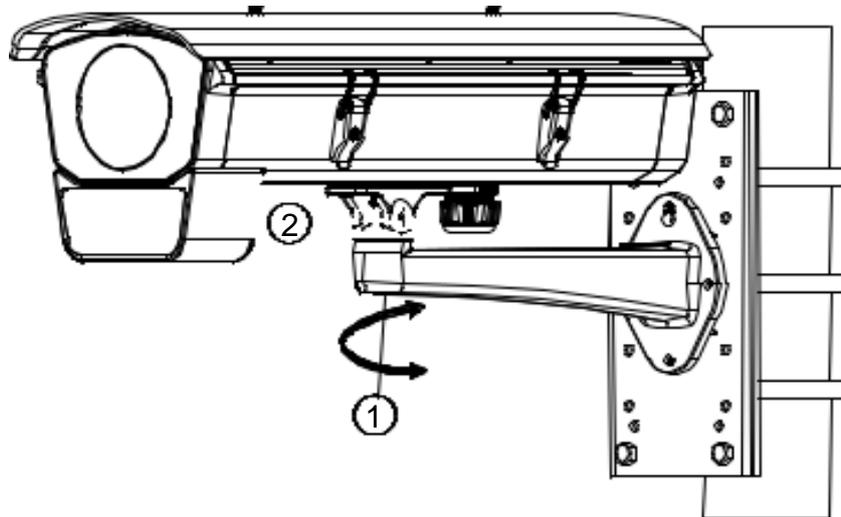

Рисунок 2.12 – Крепёж кронштейна к столбу
5) Далее необходимо отрегулировать углы наблюдения, следующим образом (рис. 2.12):